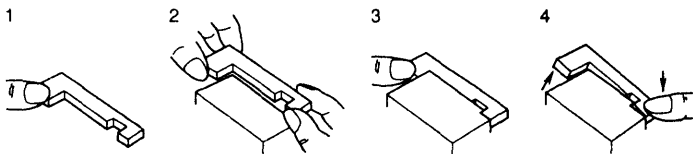

Fig. 2-5. インクリボンカセットのセット
③ Fig. 2-5. のようにインクリボンカセットをセットします。